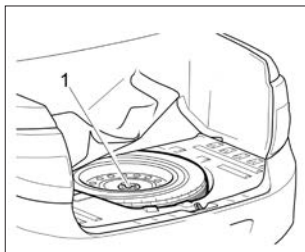

Рис. 51. Укладка запасного колеса
– вращая специальным ключом **2** зубчатый сектор **3** против часовой стрелки опустите автомобиль. Освободите домкрат. Подтяните болты и проверьте давление в шине. По окончании работ уложите замененное колесо в нишу багажного отделения, закрепите его винтом **1** (рис. 51) и закройте нишу ковриком. По истечении первой 1000 км пробега автомобиля необходимо проверить усилие затяжки болтов колес, при необходимости подтянуть. Аналогичную операцию проводите при каждой установке на автомобиль новых колес.